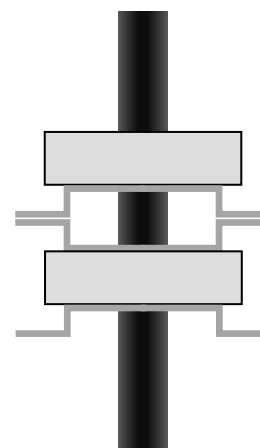
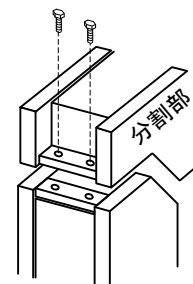

図 28. 重ね取付の例
図 29. 分割部締付ボルト
- (5) 弊社製の変成器や検出器を重ねて取り付けでも影響ありません (図 28)。
- (6) 取付金具は装置本体から取り外さないで下さい。取付金具が接地側に接続された場合、取付方法によっては一次導体と取付金具との離隔がとれなくなり、大事故につながる恐れがあります。特殊な取付方法が必要になった場合や取付方法が工事途中で変更になった場合には、必ず弊社にご連絡下さい。
- (7) FD および HCT を分割するには、側面の 4 本の分割部締付ボルトを外し、分割部を取り外して下さい。なお分割部にはコネクタがありますので、取り外しや取付時には電線くずなどの異物が内部に入らない様に注意して下さい (図 29)。
- (8) FD および HCT の取付方向はどの方向に取り付けても問題ありませんが、構造は屋内用ですので屋外へは取り付けないでください。
- (9) FD および HCT を取り付けの場合は寸法図にて取付穴の個数と位置を確認し、取付穴に M10 ネジ (ボルト、ナット等) を使用して取り付けください。鉄製の M10 のボルト・ナットを使用する場合は 200kgf・cm のトルクで締め付けてください。